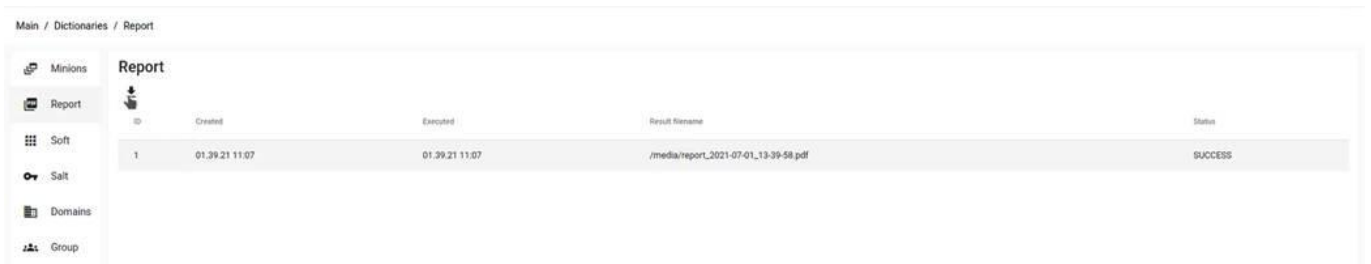

Рисунок 40 – Загрузка сформированного отчёта
4. В отобразившейся таблице выбрать сформированный отчет и нажать пиктограмму «Загрузить» (Рисунок 40):